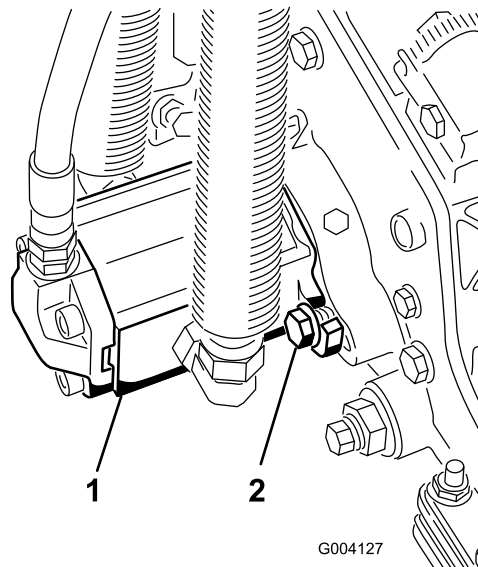

图 20
17. 以顺时针旋转的方式安装马达让马达法兰与螺栓保持一定空隙 (图 20)。